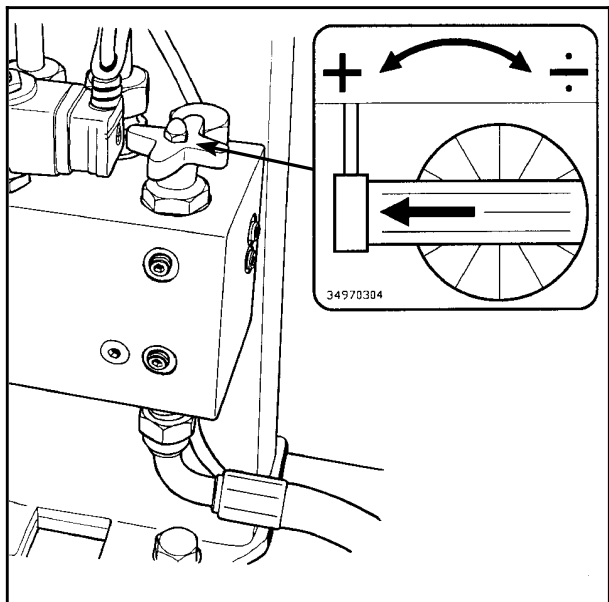

Fig. 8-1
8.1 Start traktoren og la den gå på ca. 1000 omdreininger pr. minutt. Løft maskinen klar av bakken. Oljetilførselen til pakkemaskinen reguleres ved hjelp av to justerings-ventiler som sitter på ventilblokken bak på maskinens "hals" (Se fig. 8-1).